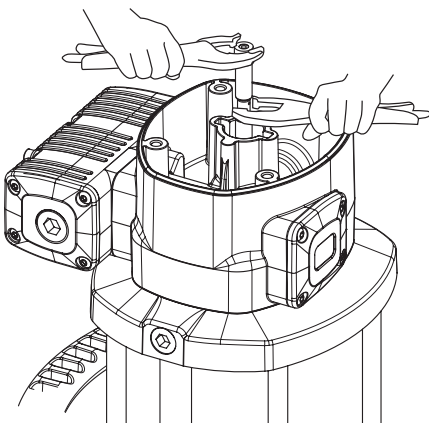

Fig. 5b
1. Desrosquear os quatro parafusos (2) e retirar a tampa (3).
2. Desrosquear a tampa do inversor (4).
3. Com ajuda de um alicate de pressão manual sobre a carcaça (5), tirar para fora a haste (39) até que possa ver o rebaixamento central (5a). depois, com outro alicate de pressão manual agarrar a haste (39) na zona do rebaixamento central para não danificar a superfície destinada a vedação e desrosquear a carcaça (5) (Fig. 5b).
4. Remover o o-ring (6) e a arruela (7), e trocar estas peças ao montar o equipamento.
5. Desrosquear os quatro parafusos (55). Puxar para cima para liberar o motor (13), juntamente com a flange (36).
6. Retirar a capar do inversor (9). Substituir as juntas (8) e (10) da capa do inversor.
7. Desrosquear os cinco parafusos (37) e separar o corpo do motor (13) da flange (36). Extrair a arruela (32) e substituir as juntas (8).
8. Retirar o cilindro (50), tomando cuidado enquanto retira o embolo (46). Substituir a junta (45) deste embolo.
9. Voltar a montar o conjunto no sentido contrario, colocando vedarrosca nos parafusos (37), capa (5) e tampa do inversor (4).